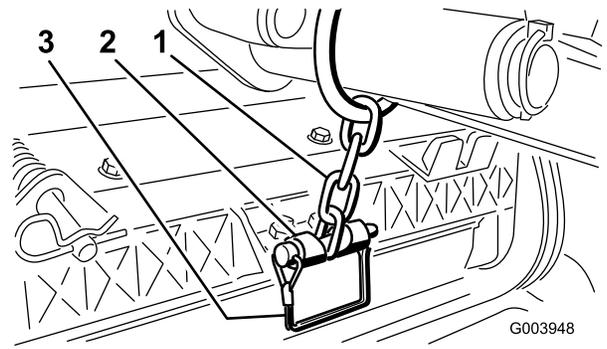

図 10
11. スナッパピンで、昇降アームのチェーンをチェーンブラケットに固定する(図 10)。